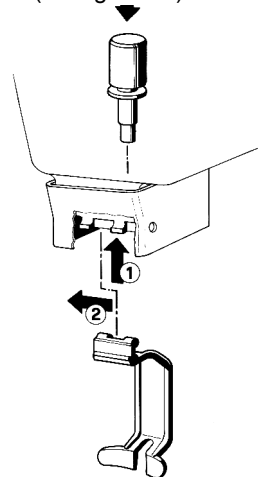

figura 12
- 2 - Montar la palanca mando grifo (1-2) y enfilear (3) el pistón unido a la su junta (ver figura 12).